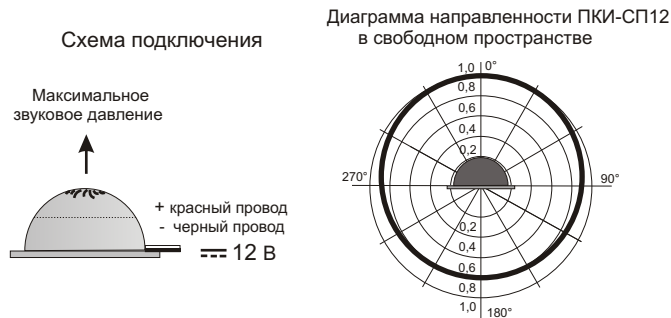

Рис.2 Схема подключения и диаграмма направленности звука оповещателя ПКИ-СП12.
5.3. На рис.2 показана схема подключения и диаграмма направленности звука ПКИ-СП12.